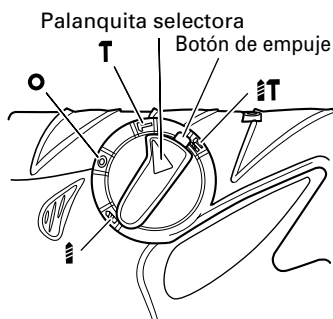

Fig. 9
Este martillo perforador podrá ajustarse al modo de percusión solamente presionando el pulsador y girando la palanca de cambio hasta la marca **T**. (Fig. 9)
- (3) Gire la palanca de cambio hasta la marca **T**. (Fig. 9)